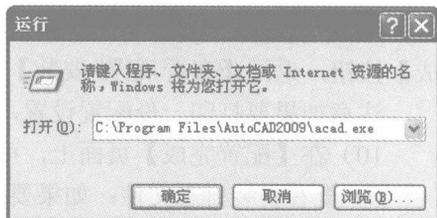

图 1-12 启动 AutoCAD 2009 的【运行】对话框
3) 单击【开始】|【运行】命令，弹出【运行】对话框，在对话框中输入 AutoCAD 2009 的程序文件名及其路径，如：“C:\Program Files\AutoCAD 2009\acad.exe”，或单击对话框中的【浏览】按钮，按照 AutoCAD 2009 的安装路径找到运行程序 acad.exe，然后单击【确定】按钮，如图 1-12 所示。